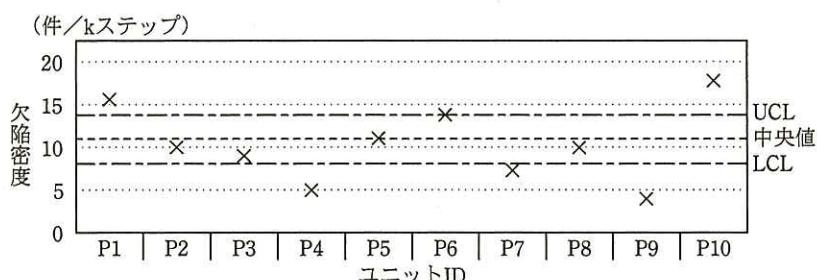

図1 見積り管理の単体テストで検出された欠陥密度の管理図
K君は表2を基に図1の欠陥密度の管理図を作成した。この図の縦軸は欠陥密度、横軸はユニットIDである。管理図分析では、しきい値モデルを使用し、データの分布がUCL (Upper Control Limit: 上部管理限界)とLCL (Lower Control Limit: 下部管理限界)に対してどの位置にプロットされるかを見て、データが正常値であるか異常値であるかを判断する。K君は、J社の単体テストで検出された欠陥密度の過去の実績値の四分位点を利用し、LCLに第1四分位点の値を、中央値に第2四分位点の値を、UCLに第3四分位点の値を置いた。J社の過去の実績値から中央値は11件／kステップ、UCLは14件／kステップ、LCLは8件／kステップである。
- (1) 図 1 の管理図に対する分析結果として正しいものはどれか。解答群の中から全て選び、記号で答えよ。